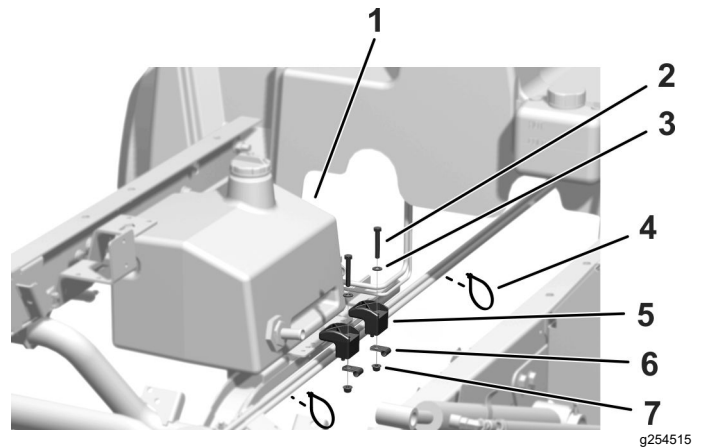

Figura 9
- Fissate la parte inferiore del serbatoio idraulico al braccio del telaio utilizzando 2 graffe per il serbatoio, 2 piccoli morsetti a P, 2 viti (5/16" x 2"), 2 rondelle piane (11/32") e 2 dadi flangiati (5/16"), come mostrato nella Figura 9.
- Fissate i cavi con le 2 fascette per cavi (Figura 9).